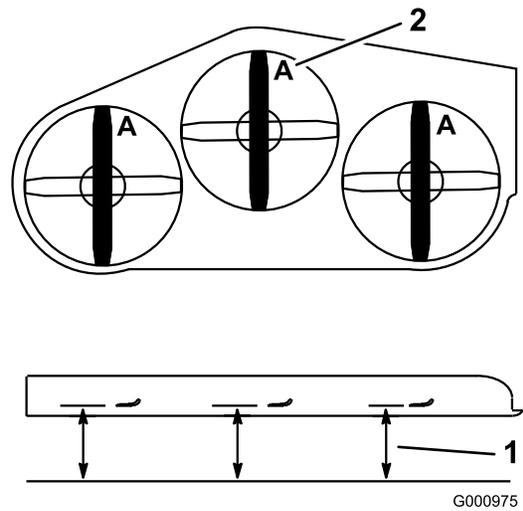

Figura 92
3. Con la máquina ubicada en una superficie nivelada, coloque una cuchilla en posición longitudinal. Mida en la posición **A** desde una superficie nivelada hasta el filo de corte de los extremos de la cuchilla (Figura 92).